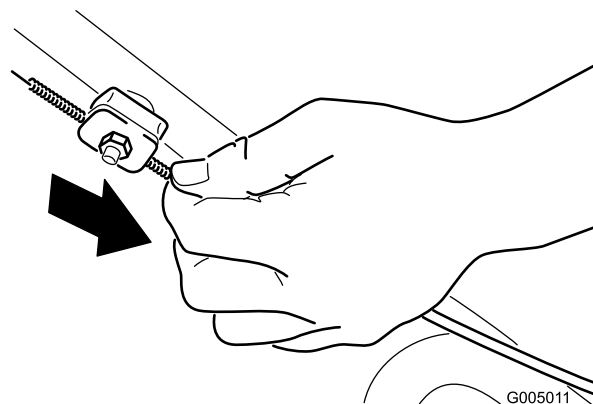

Figura 6
10. Tire hacia abajo de la cubierta del cable (hacia la máquina) hasta que haya eliminado la holgura del cable (Figura 6).